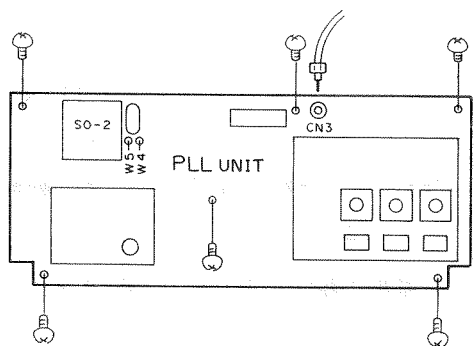

図 2
プリント板のねじを外し、引き起こします。(図2)
5. ジャンパー線W4, W5をカットします。(図2)
6. SO-2を指定位置に取り付けて、はんだ付けします。(図2)